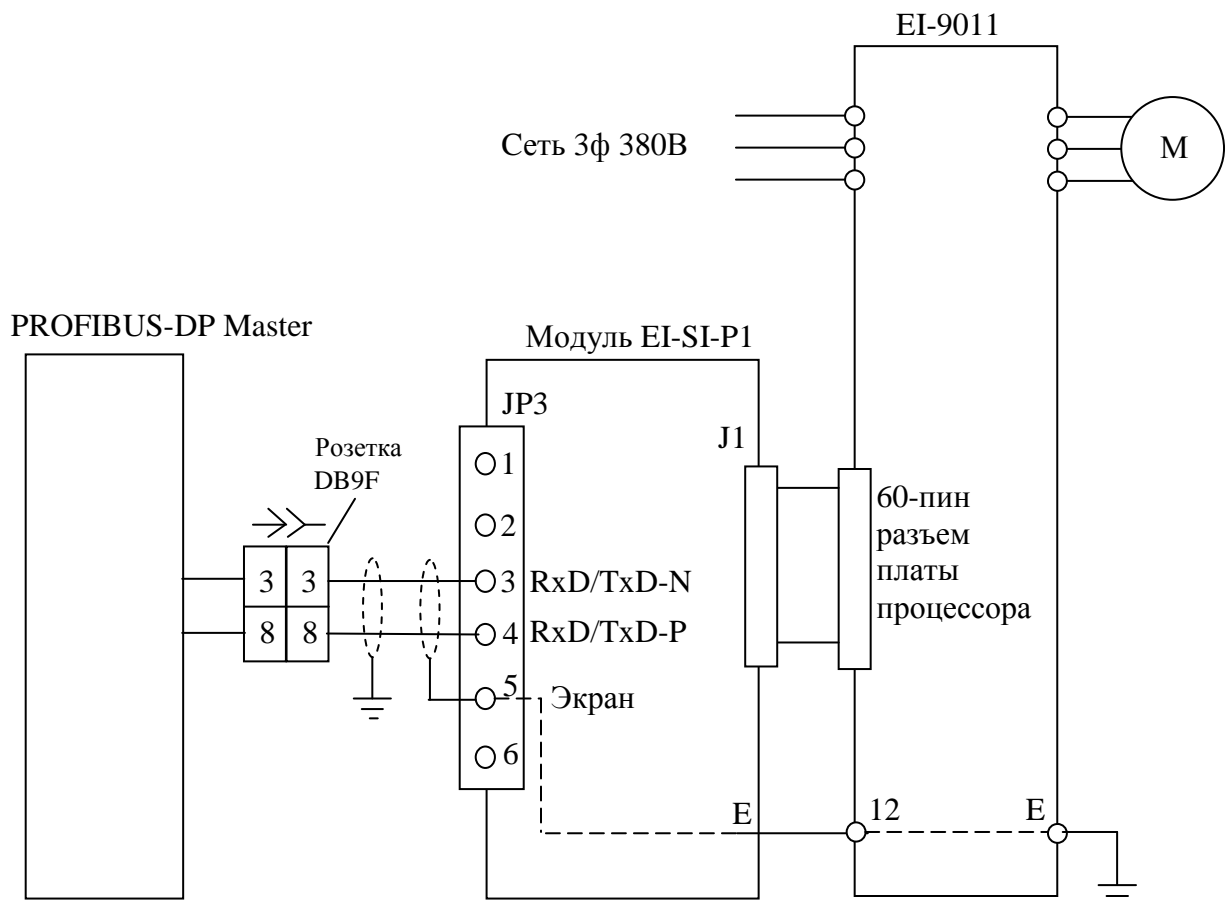

Рис.2. Схема подключения модуля EI-SI-P1.
4.6. В соответствии с рис.2 подключите к клеммам 3, 4 и 5 клеммника JP3 кабель, заканчивающийся соединителем DB9F.
4.9. Подключите модуль EI-SI-P1 к контроллеру (ведущему устройству Profibus) в соответствии со схемой (рис.2.).